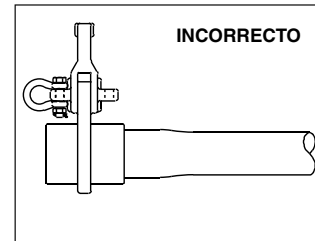

Figura 3
- La garra debe instalarse en posición adyacente al extremo bridado de la tubería o el acoplador (ver Figuras 1 y 2). No intente colocar la garra directamente en el extremo bridado o el acoplador de mayor diámetro (ver Figura 3).